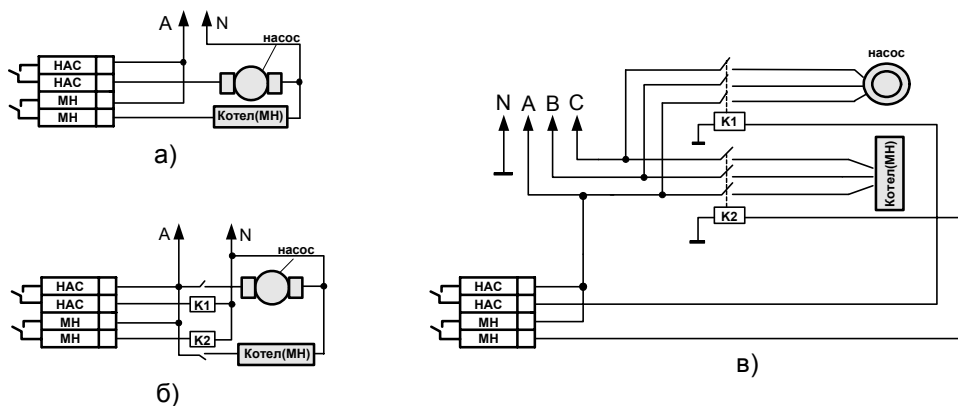

Рис.1
2.1.7 На плате блока питания «081» расположены следующие элементы коммутации и управления (см. Приложение Б Рис.1):
2.2.3 Вид пульта изнутри показан в Приложении Г Рис.1 На задней стенке расположены:
В процессе работы на этом выходе контакты реле замкнуты пока в порядке датчики: «НИЗКОЕ Р(Па) ВОДЫ В КОТЛЕ», «ВЫСОКАЯ Т(°С) ВОДЫ В КОТЛЕ», «НАРУШЕНИЕ ЭЛЕКТРОСНАБЖЕНИЯ». Как только срабатывает любой из этих датчиков, то контакты реле размыкаются отключая питание модуля нагрева. Если не включен ни один из насосов, реле управляющее питанием модуля нагрева не включается. Варианты подключения питания котлов (модулей нагрева) см. рис.1.
Варианты подключения питания насосов см. Рис.1.
Переход в требуемый режим программирования осуществляется из соответствующего ему режима просмотра (т.е. переход в режим программирования адреса устройства осуществляется только из режима просмотра адреса). Текущий режим программирования индицируется миганием соответствующего светодиода. В режимах «Программирование 1», «Программирование 2» установки программируются изменением положения DIP-переключателей (см. Рис.1 Приложение В) (например: для активации датчика № 4 «ДАВЛЕНИЕ (ПА) ГАЗА НИЖЕ НОРМЫ» необходимо переключить DIP – переключатель №4). При этом, светодиоды №1-16, соответствующие датчикам №1-16, индицируют перечень датчиков, от которых активируются выходы «Клапан» и «Реле».